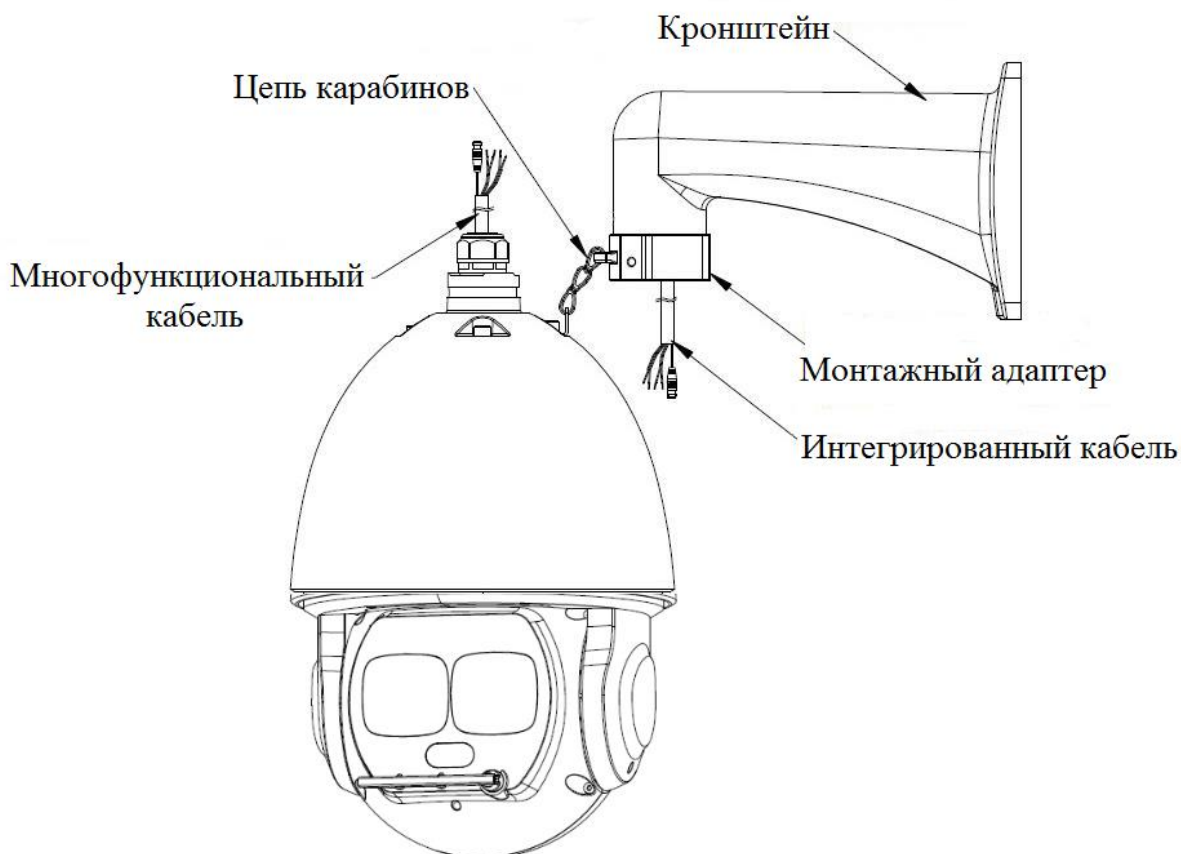

Рисунок 7.3
7.5 Присоедините цепь карабинов с одной стороны к монтажному адаптеру, с другой стороны к крышке видеокамеры. Соедините контакты интегрированного кабеля кронштейна с соответствующими контактами многофункционального кабеля видеокамеры. Изолируйте лентой место соединения, чтобы обеспечить водонепроницаемость (рис.7.3). В многофункциональном кабеле, помимо сетевого кабеля с разъемом RJ45, располагается еще группа сухих контактов, группа звуковых интерфейсов, группа питания и RS-485. Эти группы помечены ярлыками. Функциональное значение цветовой маркировки проводов указано на каждом ярлыке. Описание функциональных значений смотрите в таблице 1.